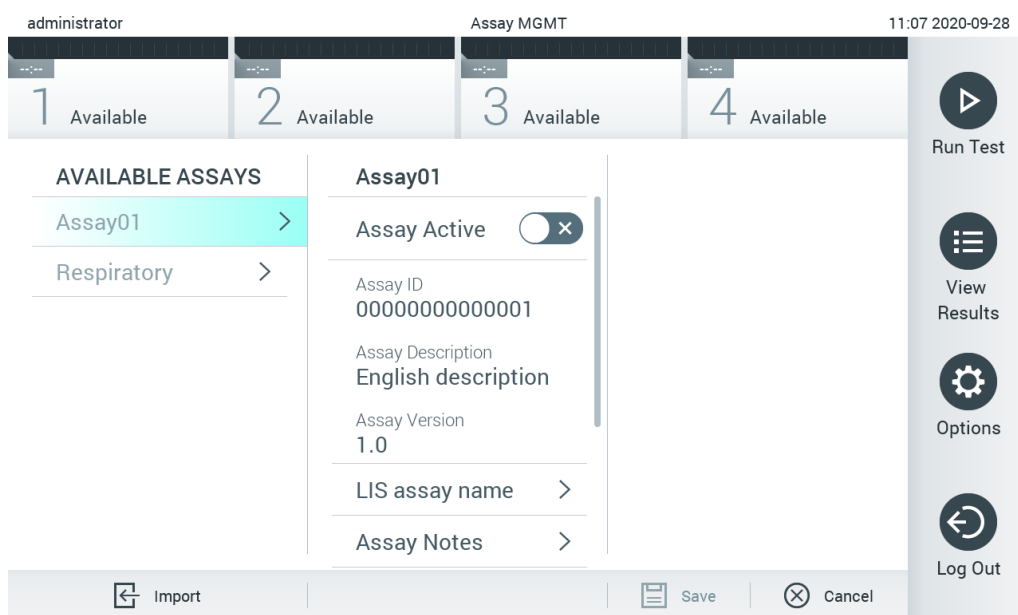

Bild 67. Skärmen Assay Management (Analyshantering).
2. För att importera de nya analyserna till QIAstat-Dx Analyzer 1.0, trycker du på knappen Options (Alternativ) och därefter knappen Assay Management (Analyshantering). Skärmen Assay Management (Analyshantering) visas i skärmens innehållsområde (bild 67)